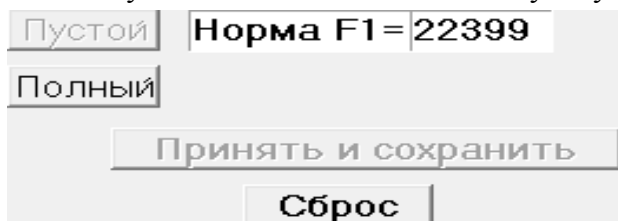

Рис. 5. Фрагмент вкладки «Калибровка» после нажатия кнопки «Пустой»
2.2.5.2 Убедиться в том, что значение частоты в строке «Частота» поля «Состояние датчика» установилось и нажать кнопку «Пустой». См. Рис. 5.
2.2.5.3 Расположив датчик вертикально рабочей частью вниз поместить всю рабочую часть датчика в жидкость, уровень которой датчик будет в дальнейшем контролировать. Убедиться в том, что значение частоты в строке «Частота» поля «Состояние датчика» установилось и нажать кнопку «Полный», см. Рис. 5.